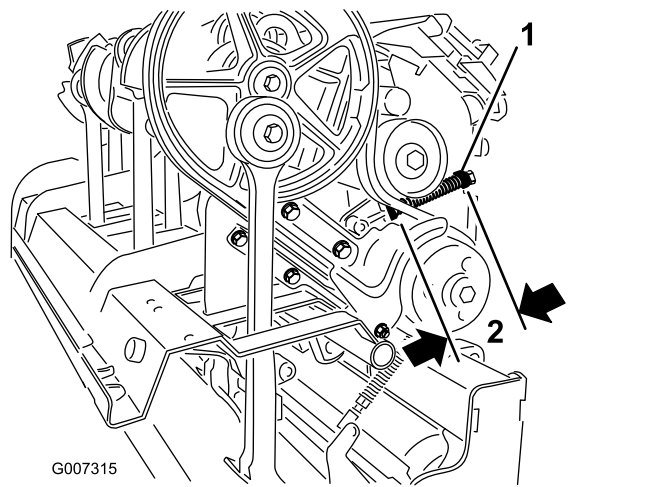

图 35
C. 拧松固定弹簧定位器的锁紧螺母图 35。
- D. 调节弹簧定位器获得所需的压缩弹簧长度图 35。